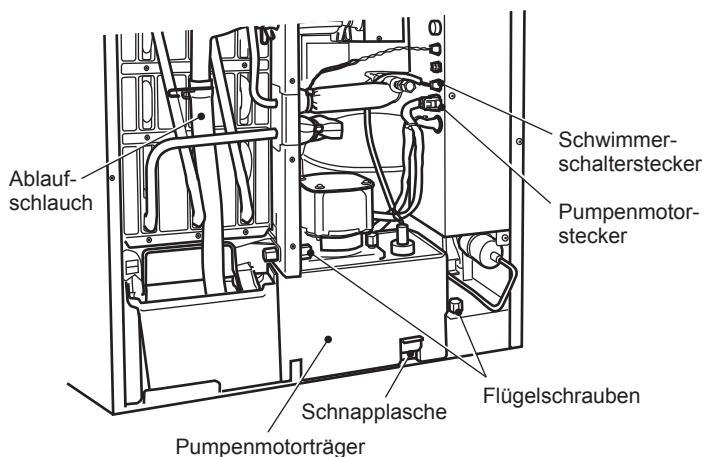

Abb. 2
- 2) Die beiden Flügelschrauben lösen, die den Pumpenmotorträger sichern. Siehe Abb. 2.
Darauf achten, dass der Ablaufschlauch hinter dem Kupferrohr verläuft, den Schlauch anschließen und sichern. Siehe Abb. 2. Andernfalls kann sich der Ablaufschlauch in der Frontisolierung verfangen und schlechte Ergebnisse verursachen.